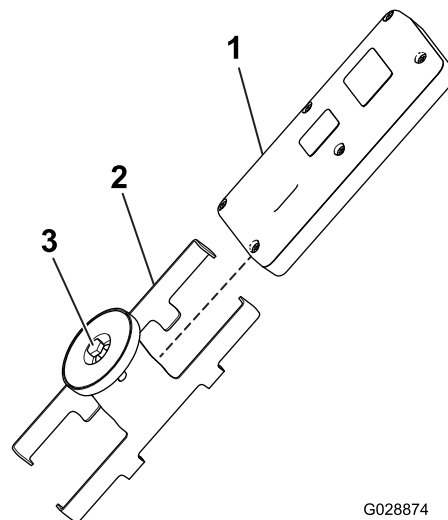

Figure 19
5. Placez la télécommande portable dans le support magnétique, réunissez les deux moitiés pour fixer la télécommande et serrez le boulon dans l'aimant (Figure 19).